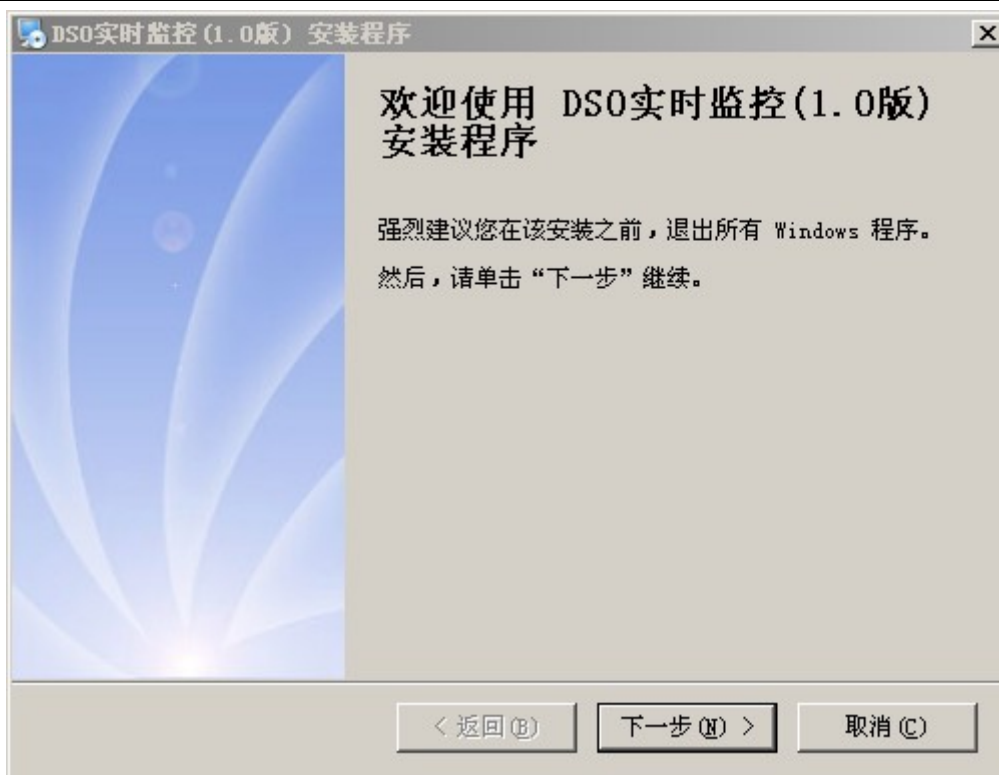

图1-2
第二步：双击鼠标左键，运行如图1-1所示的数字存储示波器通讯控制软件安装程序，将自动弹出数字存储示波器通讯控制软件的安装向导欢迎界面。软件安装向导如图1-2所示：
第三步：阅读图1-2中提示内容后，请您单击“**下一步 (N)**”按钮，进入下一步。